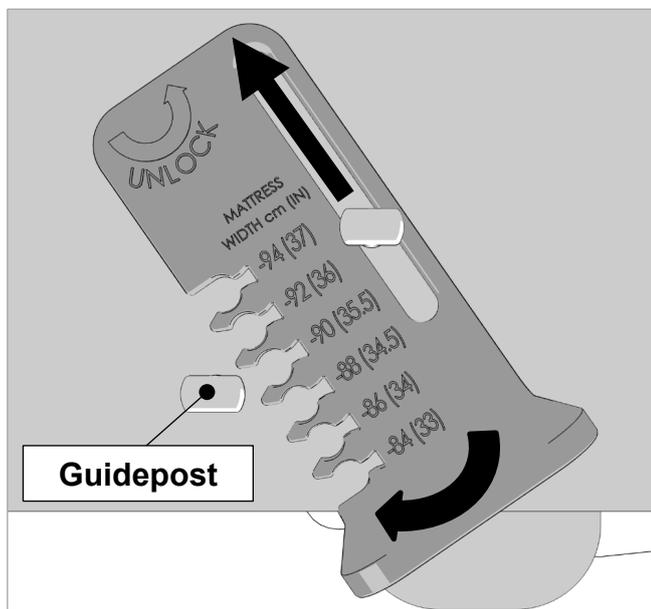

Figure 8.15
- Le guide-matelas doit être tourné dans le sens des aiguilles d'une montre et glissé jusqu'à ce que la largeur indiquée du matelas corresponde au repère du guide-matelas, comme indiqué dans la Figure 8.15.